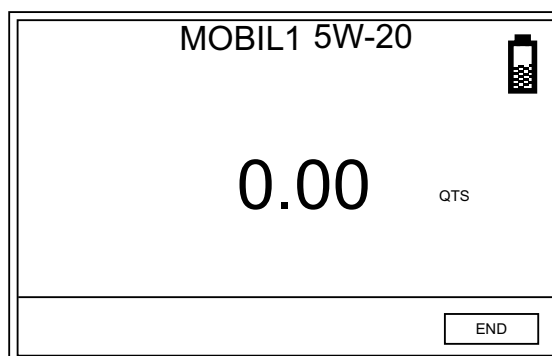

FIG. 31
4. Cuando haya acabado la dosificación, pulse el botón INTRO central en el teclado del contador para seleccionar FIN (FIG. 31).